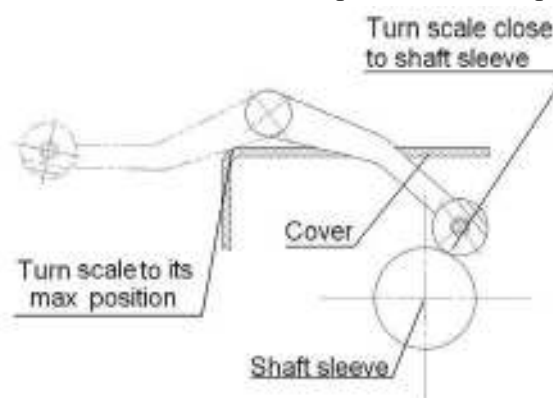

Figure 8-2
5. Поверните линейку по направлению к валу (рис 8-2). Нажмите “START”, переход к рис. 8-6. 6 Выдвиньте линейку максимально (рис. 8-2), нажмите “START” – линейка откалибрована.